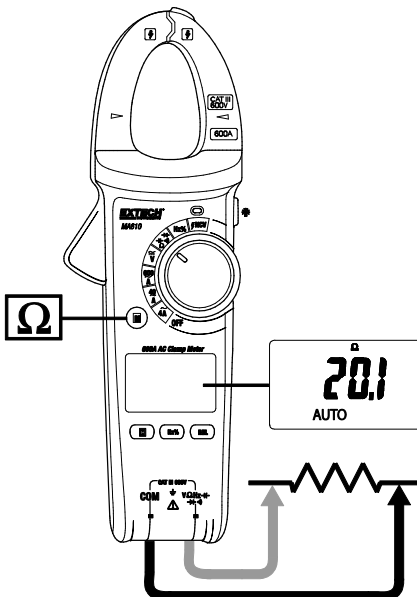

Bild 4 – Widerstandsmessungen
3. Stecken Sie die schwarze Messleitung in die negative (COM) Eingangsbuchse. Stecken Sie die rote Messleitung in die rote (Ω) Eingangsbuchse. Siehe Bild 4.